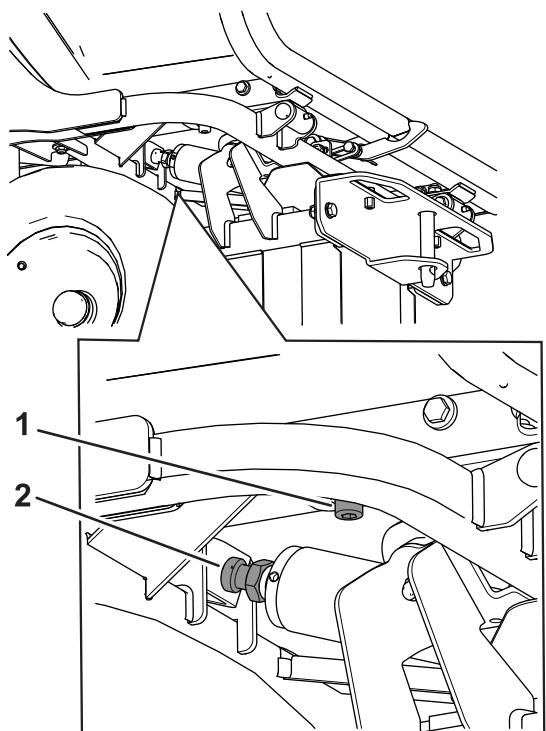

Figura 108
2. Si necesita obtener el movimiento deseado de la tolva, afloje la tuerca de seguridad en la parte superior de la varilla del cilindro hidráulico (Figura 108).